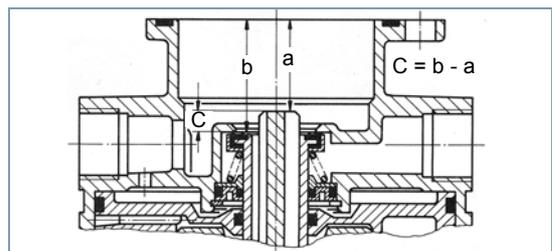

Abb. 3 Maß C
- Mit der Tiefenlehre die Maße a und b messen, Maß C = b - a (siehe Abb. 3).